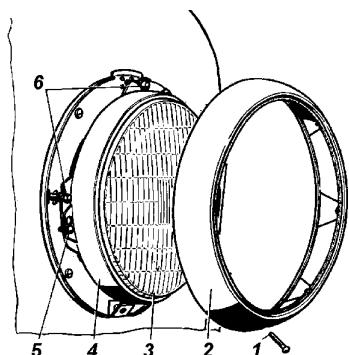
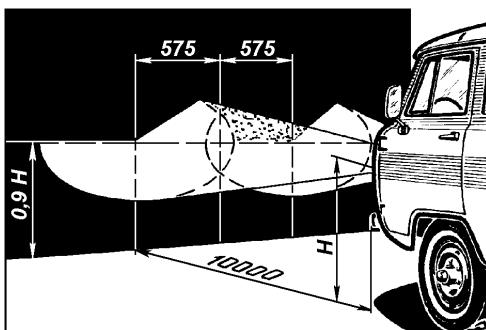

Рис. 9.41. Фара:
Рис. 9.42. Разметка
Для замены лампы в фаре необходимо отвернуть винт 1 (рис. 9.41) и снять декоративный ободок 2. Ослабить три винта 5 и снять внутренний ободок 4 с оптическим элементом 3.
3. Включите ближний свет и, закрыв одну из фар, отрегулируйте другую винтами 6 (см. рис. 9.41) так, чтобы световое пятно на стене или экране было расположено, как показано на рис. 9.42. Регулировочные винты фар расположены симметрично центра фар в горизонтальной плоскости.